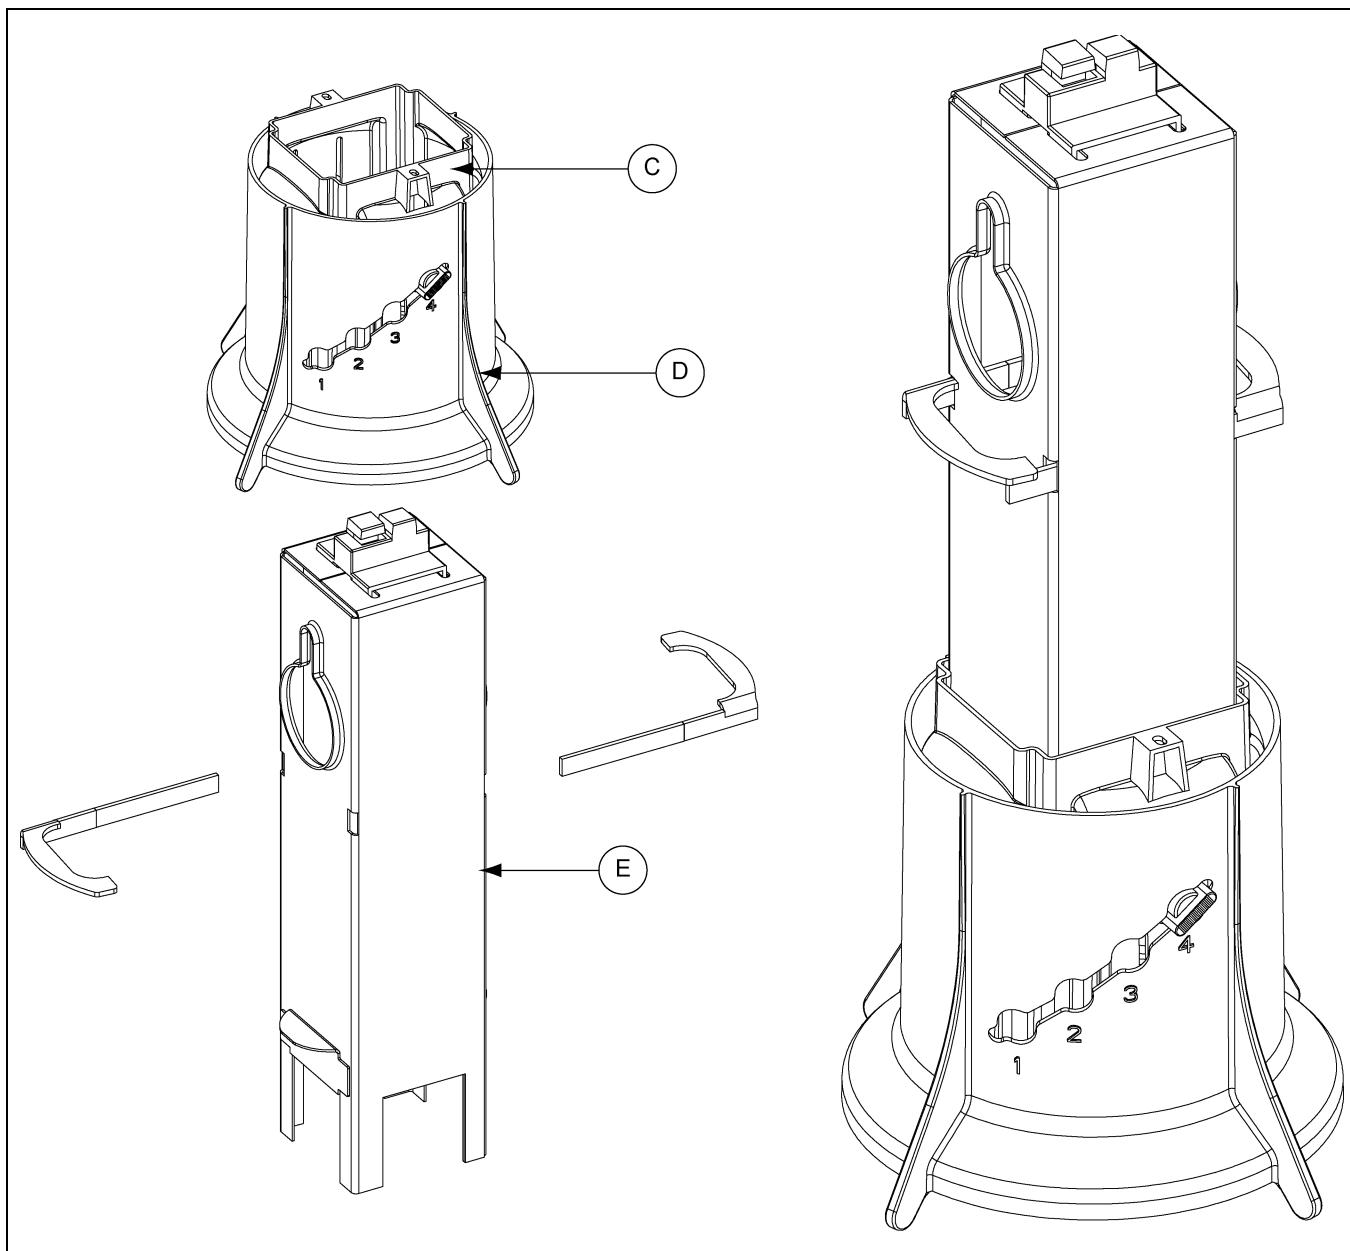

Рисунок 4J
4. Перед установкой опор экрана установите регулятор уровня корма (C) и уровень корма (D) на трубу отвода (E).
5. Установите опоры экрана. (см. рисунок 4J.)